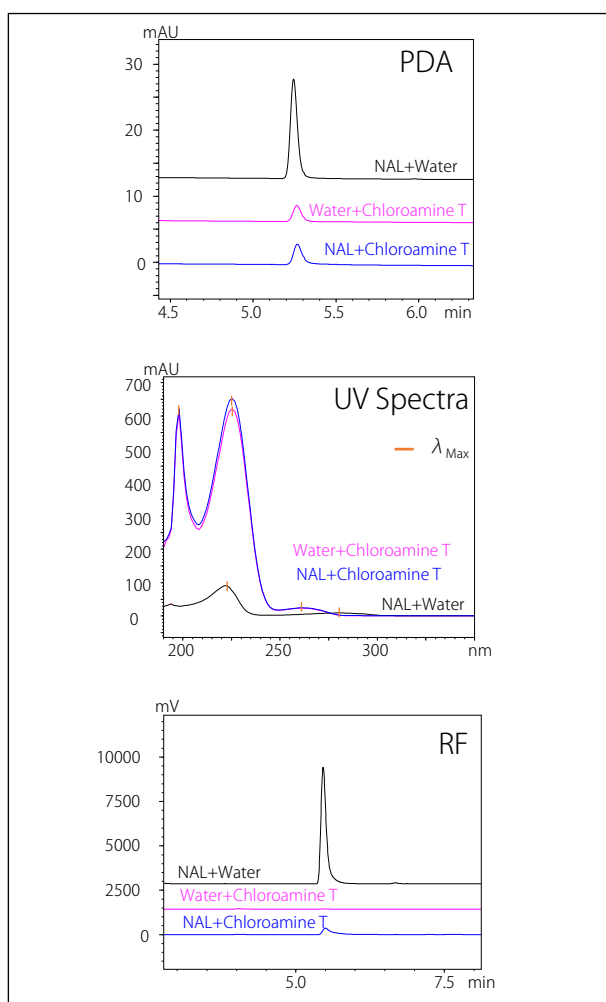

図1 被験物質クロラミンTのNALの結果
クロラミンTは、条件によってNALのピーク位置に共溶出が見られることがあります。図1にNAL溶液、クロラミンT溶液、NAL・クロラミンT混合溶液のクロマトグラムとUVスペクトルを示しました。図1上より、NAL位置にピークが検出されていますが、図1中より、UVスペクトルが異なることがわかります。図1下に蛍光検出器 (RF) で採取したクロマトグラムを示しました。蛍光検出器では、共溶出成分は検出されませんでした。